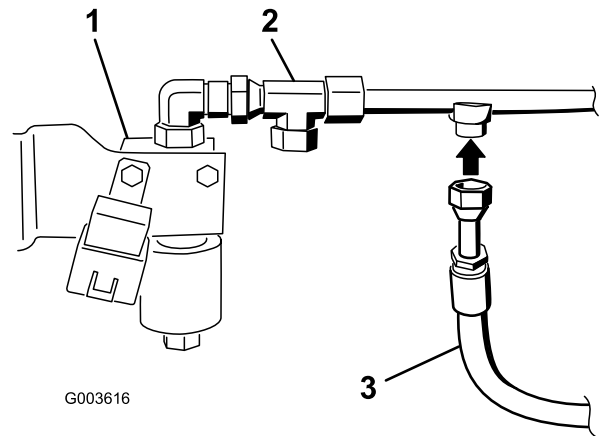

Bild 28
7. Befestigen Sie den Hydraulikschlauch mit den Armaturen am T-Adapter, der oben am Ventil montiert ist (Bild 28).